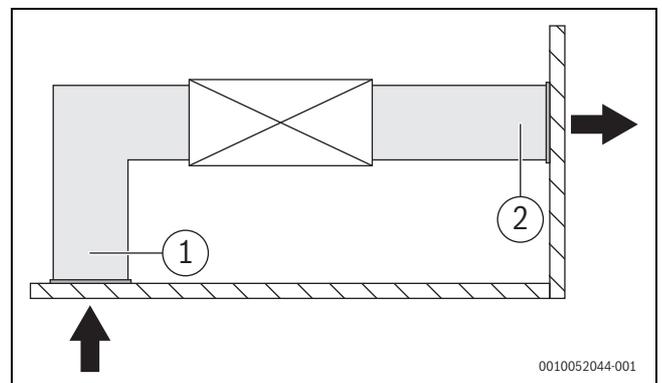

Fig. 27 Unidade de conduta com requisitos de pressão estática
6. Ligue a conduta de ar conforme ilustrado na Fig. 27. Preparação no local obrigatória para todos os componentes exceto para o ar condicionado.
**Legenda da Fig. 27:**